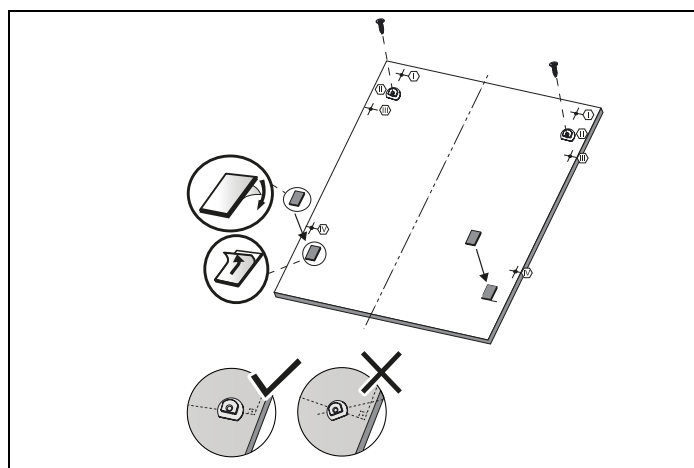

Fig. 27
- 4) Como se muestra en la Fig. 27 , los plásticos de montaje de la puerta se instalan en las posiciones II y las tiras de madera de fijación de la puerta se instalan en las posiciones que se muestran en la figura.